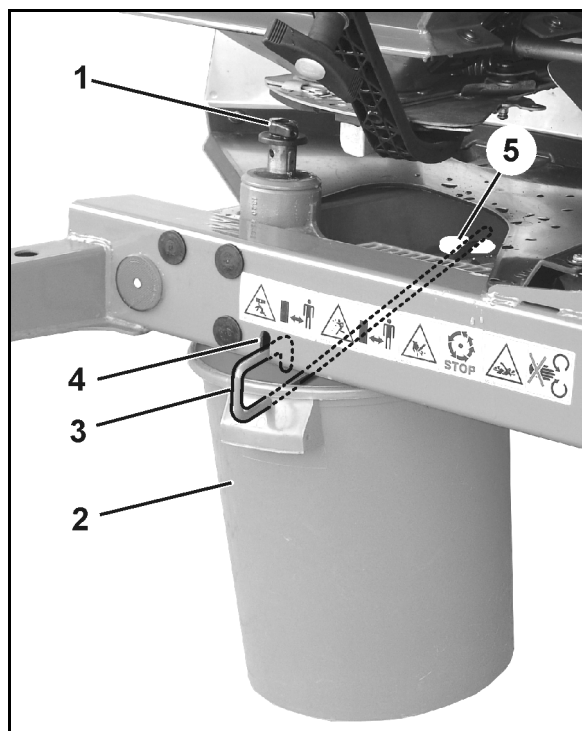

Fig. 53
- 2.1 Skru vingeskruen (Fig. 53/1) til fastgørelse af spredeskiven ud, og træk spredeskiven af drivakslen.
3. Hæng samlebeholderen (Fig. 53/2) i holderne (Fig. 53/4 og Fig. 53/5) på rammen ved hjælp af bøjlen (Fig. 53/3).